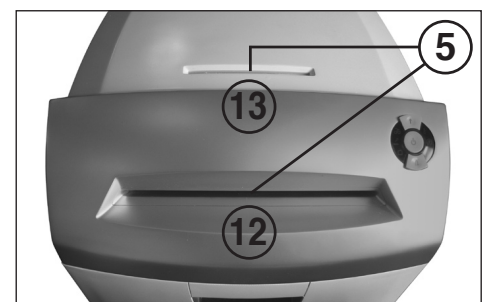

Fig. 3
- 5 = Barrera fotoeléctrica (avance) (Fig. 3)
- 12 = Ranura de alimentación de papel (Fig. 3)
- 13 = Ranura de alimentación de seguridad (Fig. 3)
Introduzca **papel** por la ranura de alimentación de papel (12) (Fig. 3) al mecanismo de corte.
Introduzca los **soportes de datos** (CD, DVD o tarjeta de crédito), uno a uno, por la ranura de alimentación de seguridad, dispuesta separadamente, (13) (Fig. 3) al mecanismo de corte.